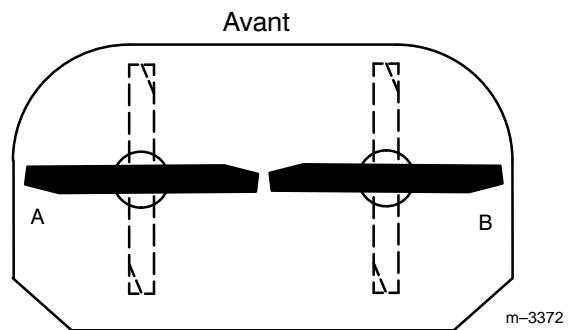
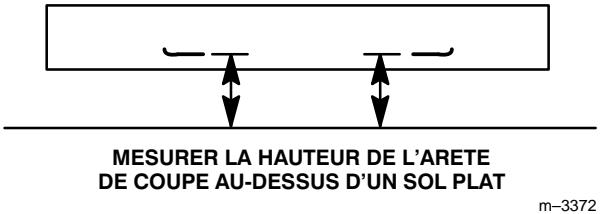

Figure 65
Figure 66
2. Placer les lames dans le sens transversal (Fig. 65). Mesurer en "A" et en "B" (Fig. 65) la hauteur de l'arête de coupe au-dessus du sol plat (Fig. 66).